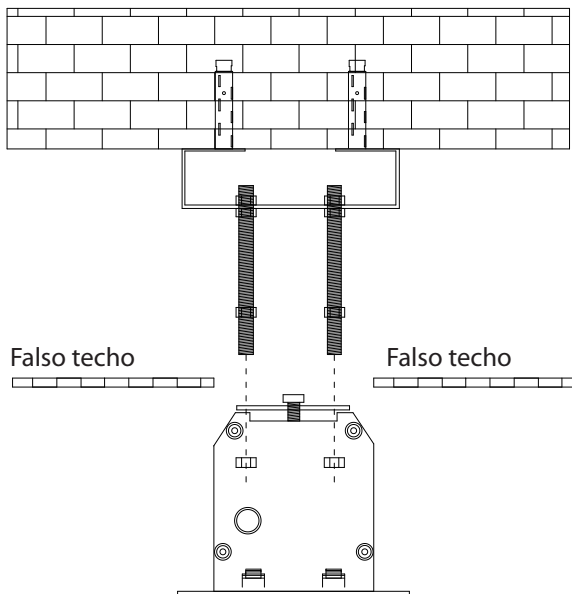

Figura 4
- Introduzca la carcasa de la pantalla en la abertura del techo. Asegúrese de que las cuatro varillas roscadas se encuentran insertadas en los adujeros de las placas de montaje. Gire la tuerca hexagonal en cada varilla roscada para asegurar la pantalla (figura 4).